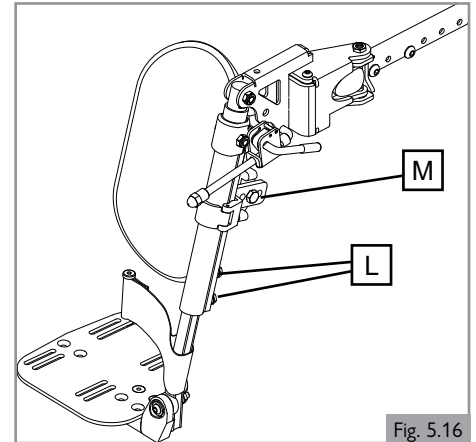

Fig. 5.16
5.11 Réglage du repose-jambes réglable (option) (Fig. 5.16)